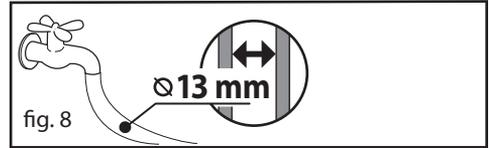

fig. 8
4. Bahçe hortumunu soğuk su kaynağına bağlayın ve suyu tamamen açın (fig.8).